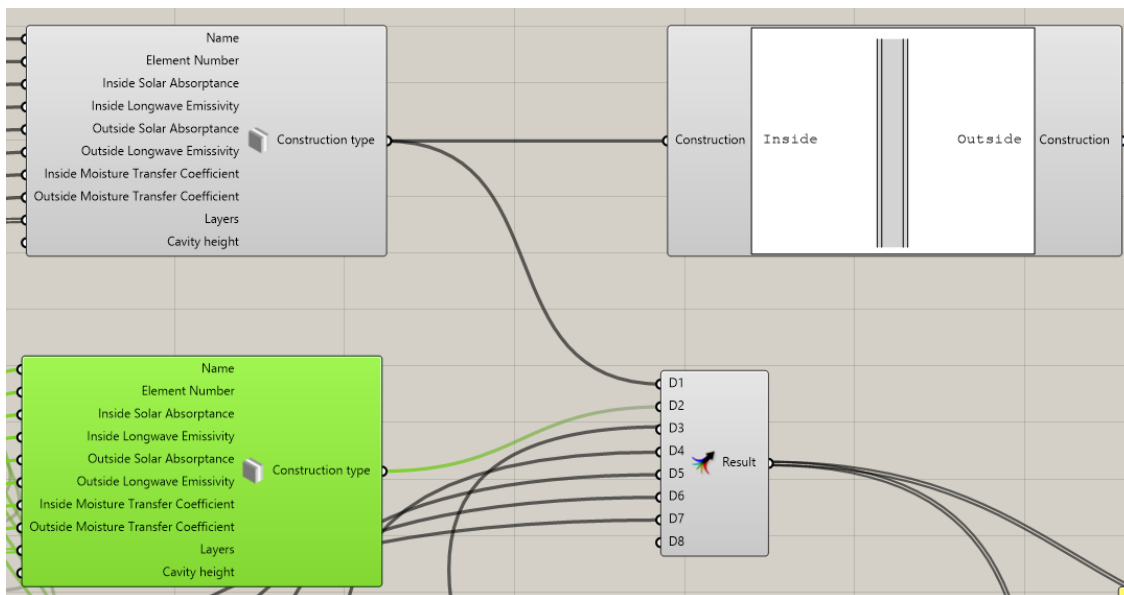

図 4.17 コンポーネントの配置イメージ(Merge)
⑥壁体情報の設定
⑤までで各壁体等の構成まで設定できました。⑥では「Construction type」または「Window type」コンポーネントを用いて、各壁体等のまとまりに対する情報を付与していきます。内容の確認のために断面図でビジュアル化したい場合、「Construction Type Viewer」コンポーネントを用いてビジュアル化します。(図 4.17 右上を参照)